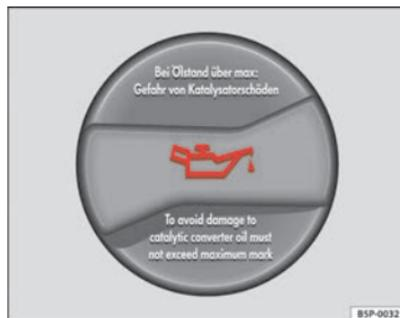

Fig. 115 Dans le compartiment-moteur : bouchon de l'orifice de remplissage d'huile moteur
- Dévissez le bouchon de remplissage d'huile moteur ⇒ fig. 115.
- Dès que le niveau d'huile atteint la zone (B), revisez soigneusement le bouchon de l'orifice de remplissage. ▶